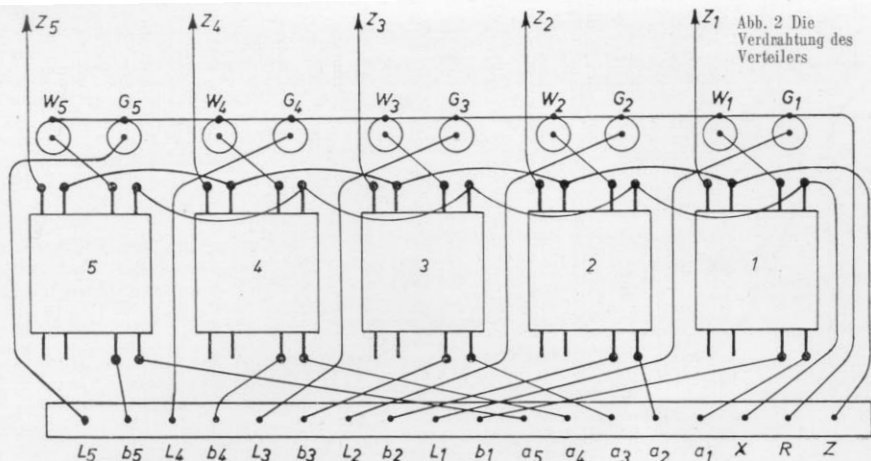

Abb. 2 Die Verdrahtung des Verteilers
Wer die in Heft 4/IV beschriebene Stromquelleneinheit für Gleichstrom nachgebaut hat, wird vielleicht schon ungeduldig auf die weiteren Bausteine im Rahmen unseres Z-Schaltung-Mehrzugbetriebs gewartet haben. Der nächste Baustein ist der sogenannte „Blockverteiler“, der dazu dient, den Strom von der Z-Klemme der Fahrtafel-einheit (Heft 4/IV, S. 133 Abb. 2) wahlweise auf verschiedene „Blockabschnitte“ oder Bahnhofsgleise der Anlage zu verteilen. Der Sinn unseres Z-Schaltung-Mehrzugbetriebs liegt bekanntlich darin, daß von jedem Fahrpult aus jede Lok auf jedes (getrennte) Gleis gesteuert werden kann. Wie die Trennung der einzelnen Bahnhofs- oder Streckengleise bei Dreischienengleisen erfolgt, wurde in Heft 11/III S. 370/72 ausführlich klargelegt. Bei Zweischienengleisen wird die Trennung bei einer Schiene (und zwar stets bei der gleichen!) vorgenommen (Z-Schiene), während die andere als Rückleiter (R) fungiert. (Siehe auch Artikel „Rückleiter und Null-Leiter“ in Heft 3/IV). Nach erfolgter Trennung der verschiedenen Gleise könnten Sie die einzelnen Strippen theoretisch (und praktisch) an die Z-Klemme der oben erwähnten Stromquelleneinheit
Doch zurück zum „Blockverteiler“. Bei unserem Ausführungsbeispiel haben wir fünf Gleisabschnitte Z1–Z5 zugrunde gelegt sowie drei Fahrtafeln (Stromquelleneinheiten mit Fahrtregler), wobei als selbstverständlich vorausgesetzt wird, daß zu jeder Stromquelle mindestens ein getrenntes Gleis gehört. Da die Verbindung der Z-Kabel der verschiedenen Blockverteiler untereinander von untergeordneter Bedeutung ist, im nächsten Heft ausführlich erläutert wird und an den jetzigen Arbeiten nichts mehr ändert, interessiert heute nur die Verdrahtung des Blockverteilers und seine Verbindung mit dem nächsten. Die sehr übersichtlich angeordnete Klemmleiste gestattet eine mühelose Strippenverbindung zwischen den einzelnen Blockverteilern. Die Drahtverbindungen haben wir so gezeichnet, daß auch dem blutigen Laien die Verdrahtung zum Kinderspiel wird. Abb. 2 zeigt Ihnen das scheinbare Drahtgewirr auf der Rückseite eines Blockverteilers. Wenn Sie sich einen solchen bauen möchten, dann nehmen Sie ein 3–4 mm starkes Sperrholzbrettchen, dessen Größe bei 5 Schaltern (Abb. 1 u. 7) etwa 17×7 cm beträgt, und zeichnen Sie die Öffnungen für die Schalter (12,5 mm ϕ) und die Löcher für die Märklin-Glühbirnchen (5 mm ϕ) an. Ergreifen Sie dann nicht etwa die Bohrmaschine, sondern nehmen Sie
Bei der näheren Betrachtung der Abb. 2 werden Sie sich vielleicht darüber wundern, daß auf der Klemmleiste keine „Ordnung“ herrscht. Sie dürften es wahrscheinlich für